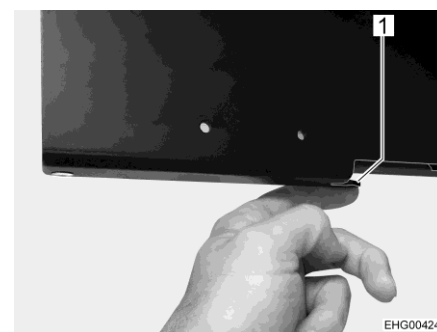

Fig. 85 Déverrouiller le mécanisme de pivotement
- Pour tourner l'écran plat dans la position désirée, pousser le levier noir (Fig. 85,1) en bas de la rallonge et le faire pivoter.